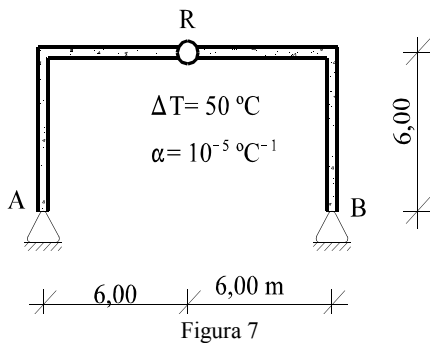

Figura 7
7) El pórtico triarticulado de la figura 7 sufre el incremento de temperatura uniforme indicado en la propia figura. Se pide dibujar su deformada a estima y acotar sobre ella el movimiento vertical v_R de la rótula R . (Examen enero 2.013)